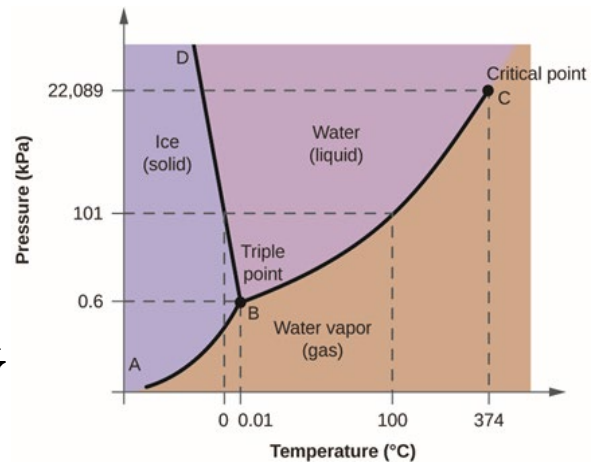

Figura 2
- La regla de las fases dice que $2 + C = F + P$. Indique que representa cada uno de los términos y explíquelo con un ejemplo utilizando la gráfica de la figura 2.